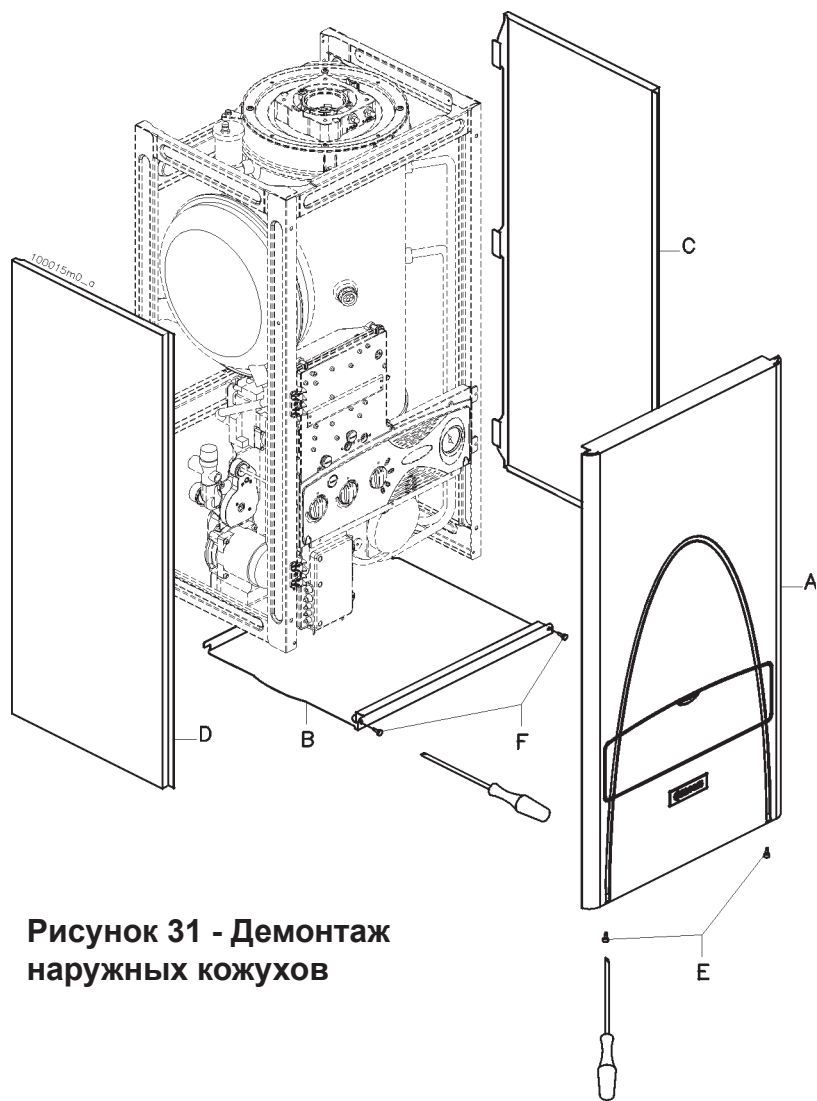

Рисунок 31 - Демонтаж наружных кожухов
Для демонтажа кожухов произвести следующие (рис. 31)
- снять регулятор управления с смесительного клапана "1" см. рис. 31